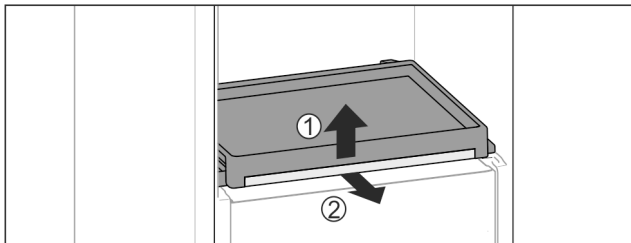

Fig. 49
- Sortir la bordure télescopique avec la tablette : Soulever légèrement la tablette par l'avant Fig. 49 (1) et la sortir vers l'avant Fig. 49 (2).